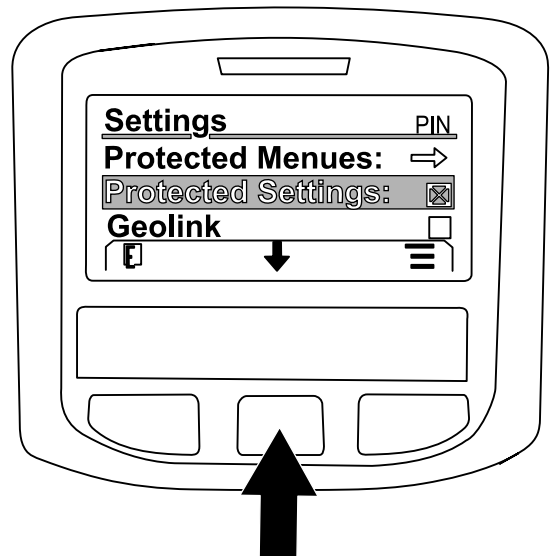

Figure 230
7. Appuyez sur le bouton central pour naviguer jusqu'à l'option GEOLINK, puis appuyez sur le bouton droit pour la sélectionner (Figure 230).